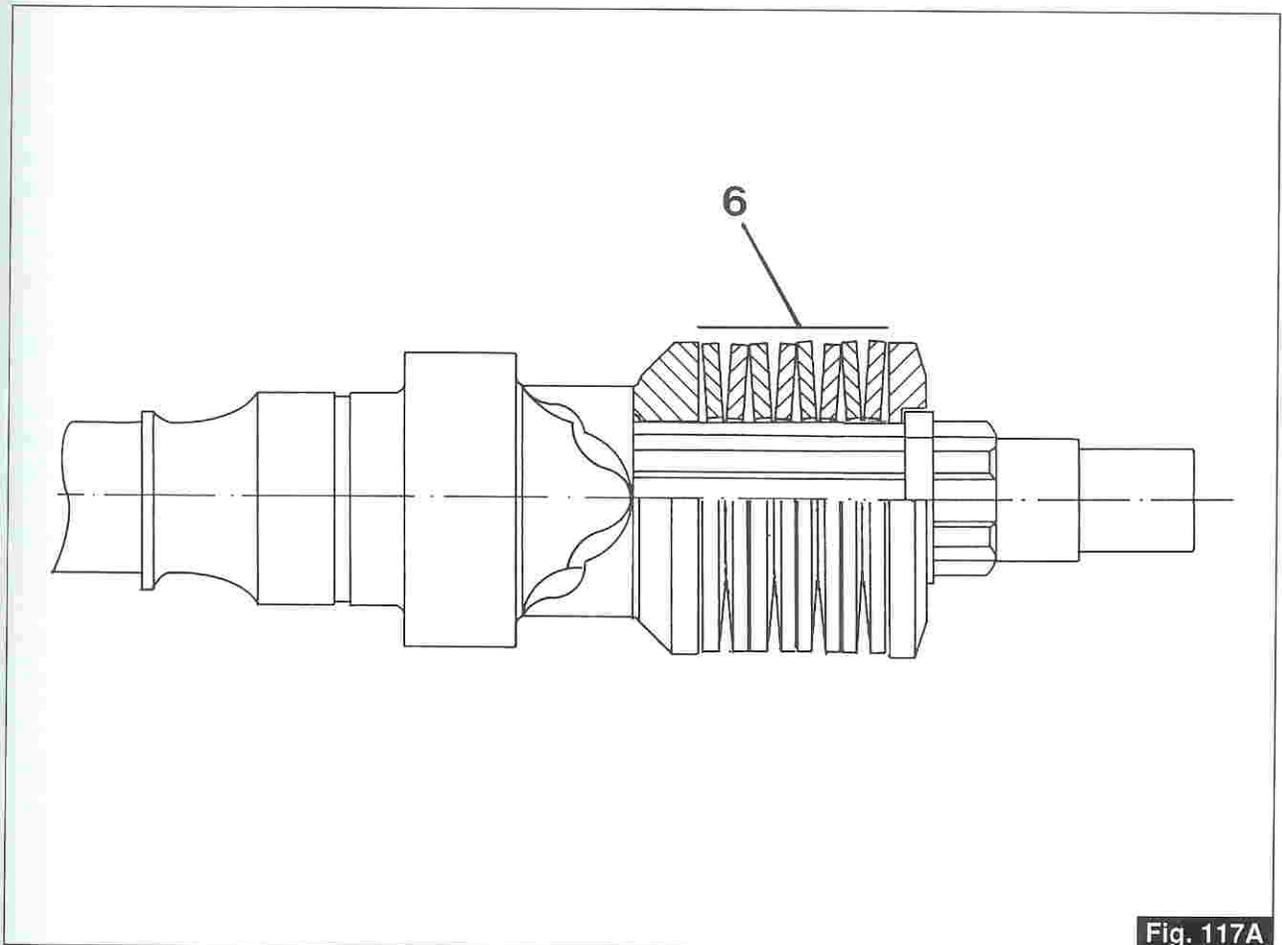

Fig. 117A
**N.B.:** La fig. 117A mostra la corretta posizione di montaggio delle molle a tazza pos. 6.
**N.B.:** The fig. 117A shows the right assembly position of the cup springs pos. 6.